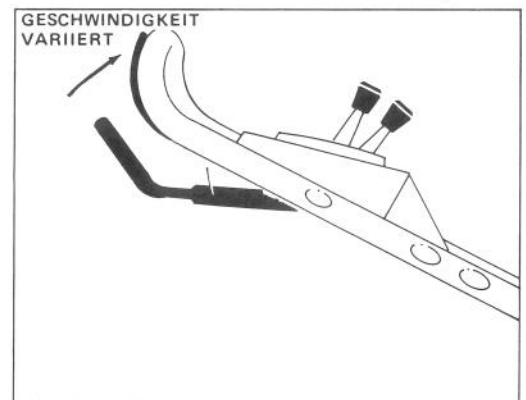

Bild 9
5. FAHRBETRIEB (Selbstantriebsmodell) — Geschwindigkeitshebel auf gewünschte Einstellung stellen und zum Fahren Antriebshebel gegen den Gestängegriff pressen. Geschwindigkeit variiert entsprechend dem Zwischenraum zwischen Antriebshebel und Griff (Bild 9).